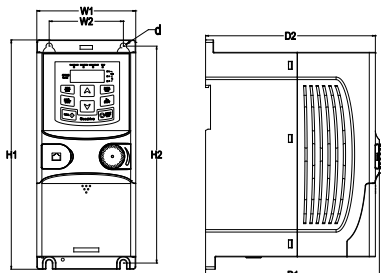

Рис. 4.6 Настенный монтаж ПЧ
- (1) Отметьте отверстия перед установкой. Разметка отверстий указана на рис. 4-6.
- (2) Установите винты или болты в отмеченные отверстия.
- (3) Установите ПЧ на стену.
- (4) Надежно затяните винты в стене.